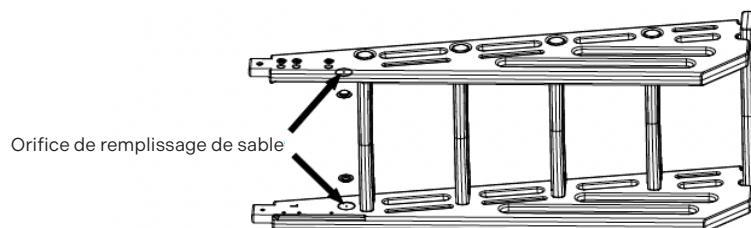

Figure 8
07. Versez du sable dans l'orifice de remplissage situé en haut du montant intérieur placé à l'horizontale. Une fois rempli, redressez le montant afin que le sable se dépose au fond. Répétez cette opération jusqu'à ce que, une fois l'échelle installée dans la piscine, la plaque de base du montant repose fermement sur le fond sans flotter. Après le remplissage, refermez l'orifice avec un capuchon (voir Figure 8).